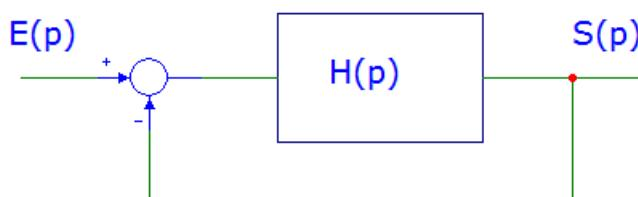

fig.2
- A partir de schéma de la figure 2 démontrer la relation donnant $T(j\omega)$.